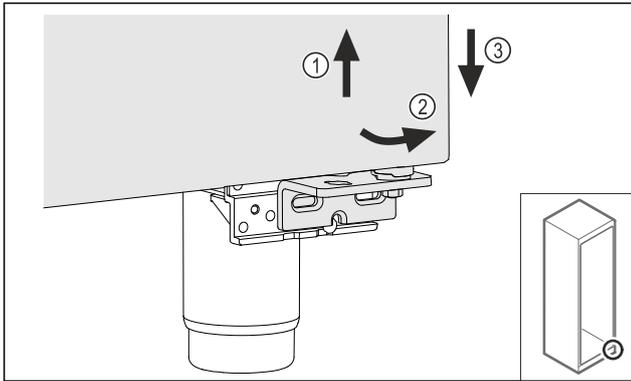

Fig. 23
- ▶ Ανασηκώστε ελαφρώς την πόρτα Fig. 23 (1), γείρετέ την κάτω προς τα εμπρός Fig. 23 (2) και κατεβάστε τη Fig. 23 (3).